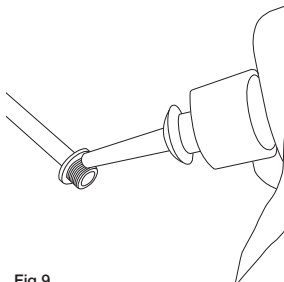

Fig.9
- Avant le remontage, il est obligatoire d'appliquer du Loctite 222 à faible résistance dans le filetage des vis (Fig. 9).